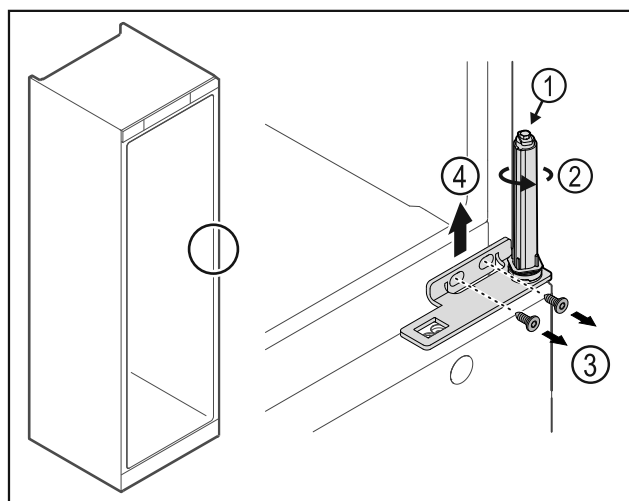

Fig. 32
- Deursluitsysteem niet uit elkaar halen Fig. 32 (1).
- Sluitsysteem Fig. 32 (2) draaien tot het klikt.
- Schroeven Fig. 32 (3) losmaken, scharnierhoek naar boven toe verwijderen Fig. 32 (4).